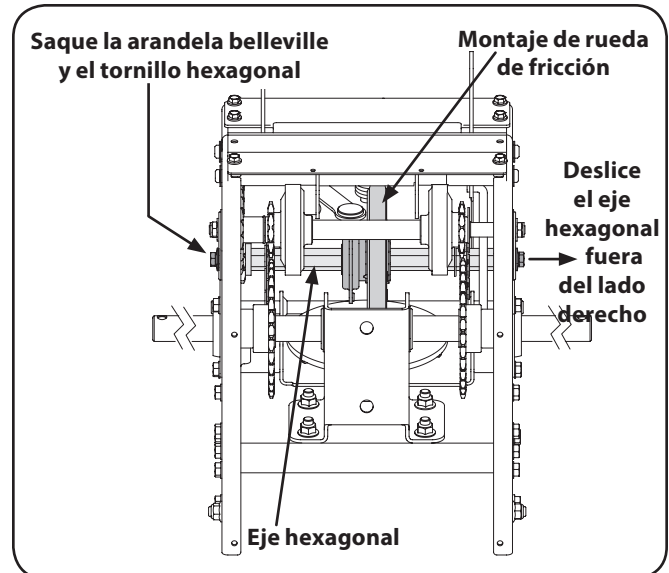

Figura 7-10
4. Con una llave de 3/4" sostenga el eje hexagonal y retire el tornillo hexagonal y la arandela Belleville y el cojinete del lado izquierdo del marco. Consulte la Figura 7-10.